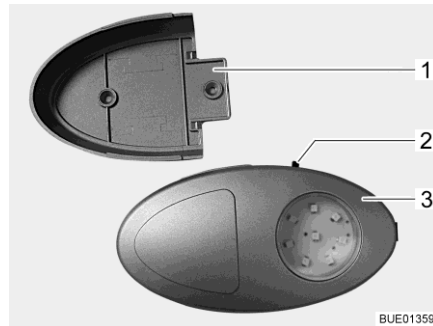

Fig. 80 Lámpara del armario ropero / linterna
- ▷ La lámpara del armario ropero puede ser extraída del soporte atornillado (Fig. 80,1) y ser usada como linterna.
El interruptor (Fig. 80,2) está instalado directamente en la lámpara del armario ropero (Fig. 80,3).